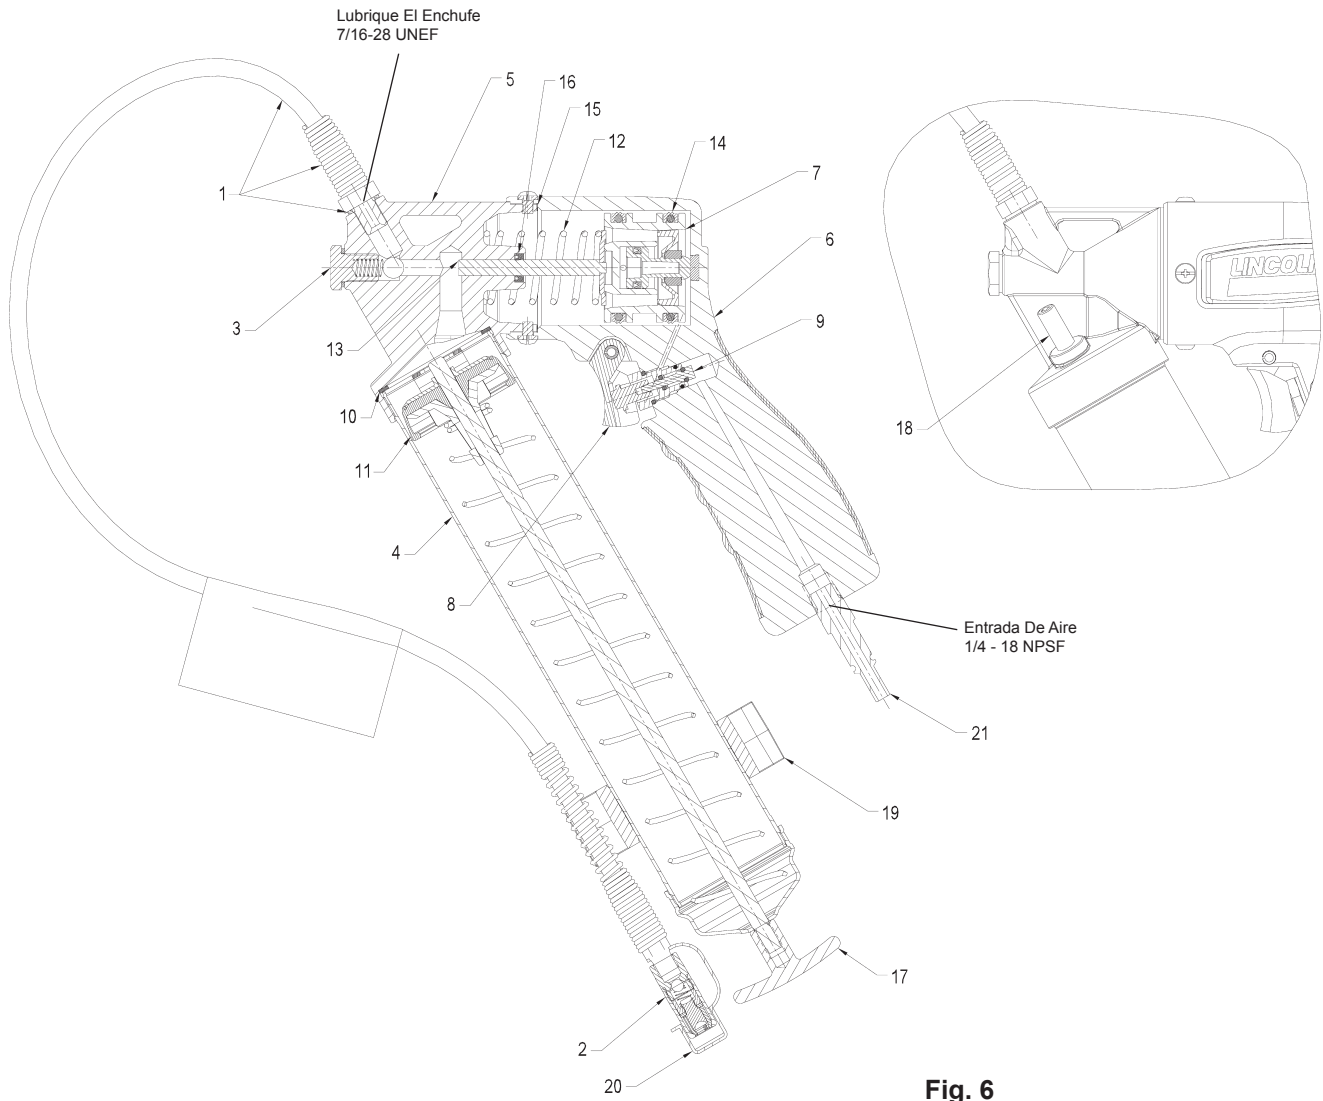

Fig. 6
- 1) Retire la varilla del seguidor de la tapa del conjunto de tubo de engrase y engánchelo con el seguidor girando la palanca del seguidor. Ejercer la fuerza en la manija del seguidor después de abrir el respiradero/la guarnición del llenador (18) (vea la Fig. 6).